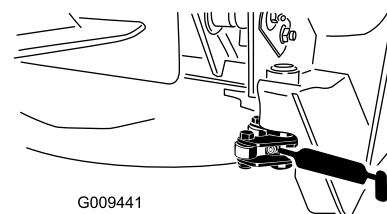

Figure 81
- 2 pivots de verrouillage (Figure 81)